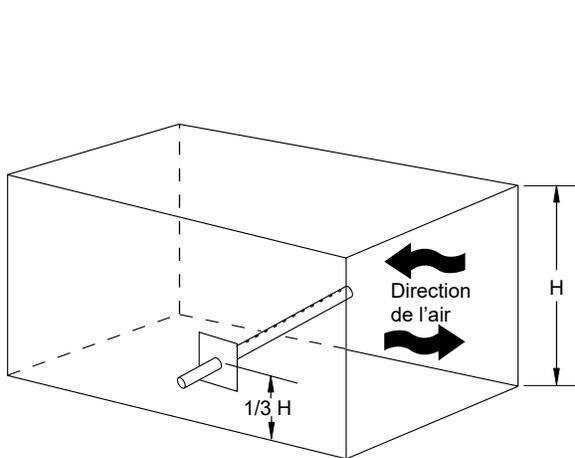
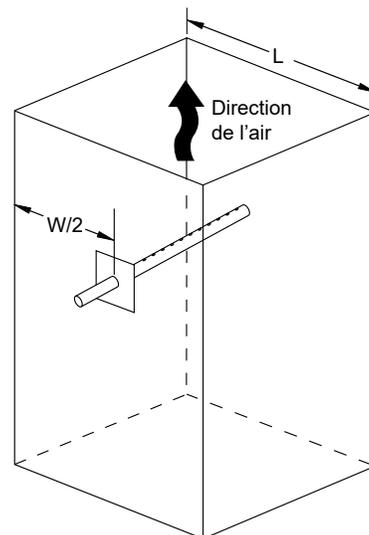

Fig. 8a CONDUIT HORIZONTAL
Fig. 8b CONDUIT VERTICAL
8.1 L'installation correcte du diffuseur et du tuyau à vapeur est critique pour obtenir un fonctionnement sans faille de cet humidificateur. Vous devez trouver un endroit facilement accessible sur le conduit et vous assurer qu'il y a une longueur minimum de 60" de conduit droit (donc sans coude ou toute autre obstruction sur laquelle la vapeur pourrait se condenser) afin de permettre une dispersion efficace de la vapeur dans le conduit. Une fois que l'endroit approprié a été trouvé, faites un trou d'insertion de 2" dia. dans le conduit d'air chaud pour recevoir le diffuseur de vapeur. Pour un conduit horizontal, percez le trou de 2" dia. au tiers inférieur de la hauteur du conduit. Voir Fig. 8a. Pour un conduit vertical, percez le trou de 2" dia. au milieu de la largeur du conduit. Voir Fig. 8b